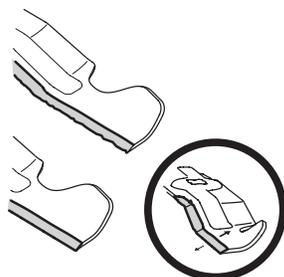

Figure 26
- Pour aiguiser correctement les lames, aiguissez les deux tranchants des lames de façon égale, parallèlement à la voile, à un angle de 25 à 30 degrés. Aiguissez toujours chaque lame de façon égale pour assurer l'équilibre des lames. Voir Figure 26.